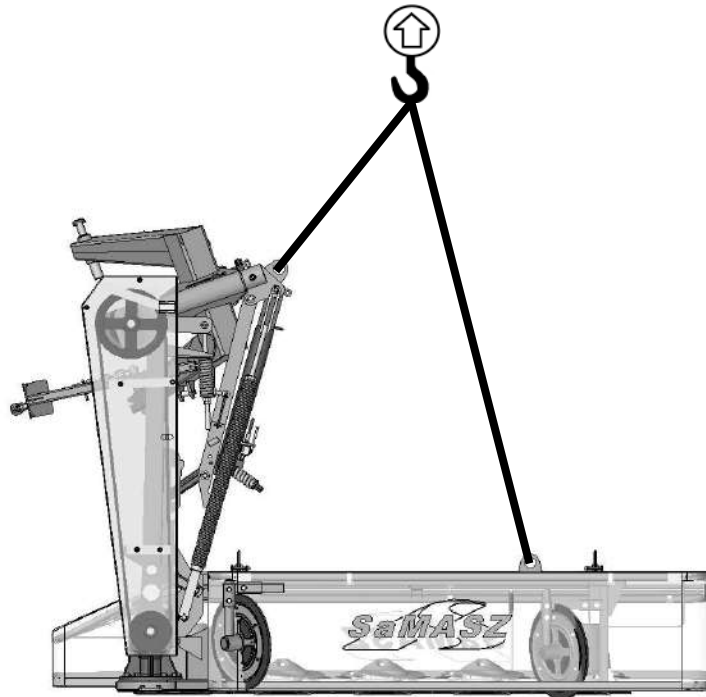

Рис. 5. Способ перемещения косилки для транспортных удобств
- Следует схватывать поднимающими устройствами исключительно в местах, указанных на машине и обозначенных видом крюка (Рис. 5),